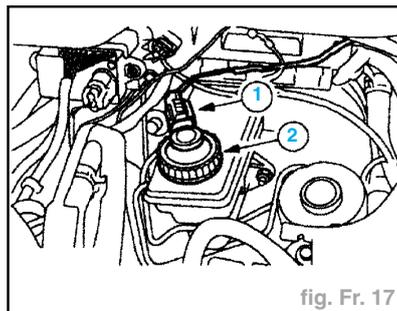

fig. Fr. 17
- Débrancher le connecteur multiple du contact de témoin avertisseur de bas niveau de liquide de frein (1) (fig. Fr. 17).
- Retirer le bouchon de remplissage du réservoir (2).
- Débrancher le connecteur multiple du témoin de bas niveau de liquide de freins (1) (fig. Fr. 17).